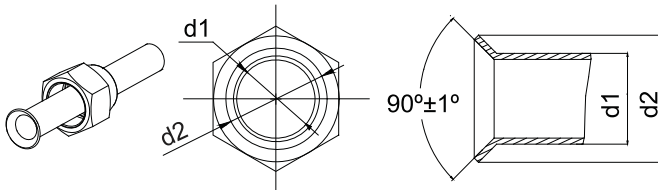

Fig.12
4.2.2 Evacuarea condensului la unitatea de exterior (Doar pentru unități cu pompă de căldură) (Fig.12)
- (1). Tăiați țeava de racordare cu un cuțit pentru țevi și debavurați.
- (2). Țineți țeava în jos pentru a împiedica așchiile să intre în țeavă.
- (3). Îndepărtați piulițele mufei de la supapa de oprire a unității de exterior și în interiorul sacului cu accesorii al unității de interior, apoi introduceți-le pe țeava de racordare după care mufați țeava de conexiune cu o unealtă de mufare.
- (4). Verificați dacă partea de mufare este bine așezată și dacă nu există crăpături (vedeți Fig.12)